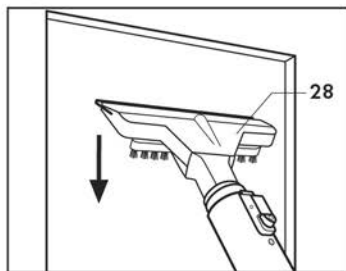

Fig. 12
- pressionar a lâmina de borracha na superfície e aspirar a água presente executando movimentos rectilíneos verticais para baixo (Fig. 12).